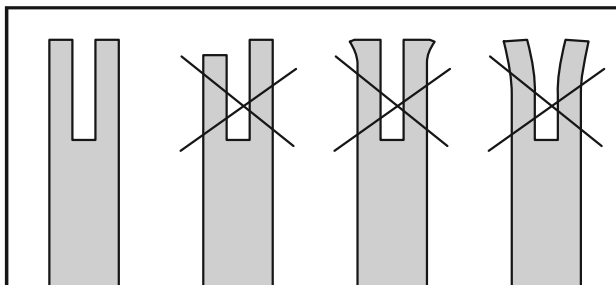

Fig. 38
5. Verifique regularmente a ranhura da guia quanto a desgaste anormal. Ambos os lados da ranhura devem permanecer à mesma altura quando vistos ao longo da extremidade. Um desgaste anormal, conforme ilustrado na Fig. 38, indica que a guia tem de ser substituída.